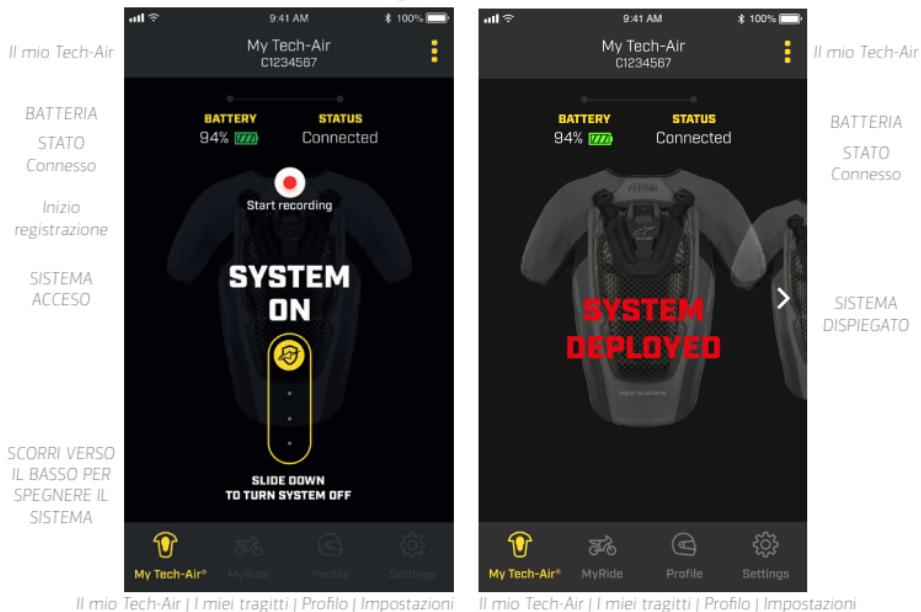

Figura 12
L'utente non può accedere alla maggior parte delle funzioni dell'App. Nel caso in cui il sistema debba essere disattivato dall'utente, ad esempio durante una guida pesante fuoristrada, il sistema può essere disattivato utilizzando l'icona a scorrimento sull'App (come mostrato in Figura 12). Per farlo, aprire e chiudere la Patta anteriore (2).
In caso di attivazione, l'App mostrerà il relativo stato con la dicitura SYSTEM DEPLOYED (SISTEMA ESPLOSO) come illustrato nella Figura 12.